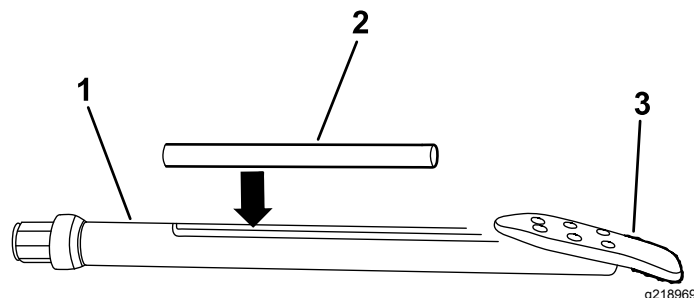

Рисунок 56
3. Вставьте маяк в корпус зонда передним концом в сторону буровой лопатки (Рисунок 56).